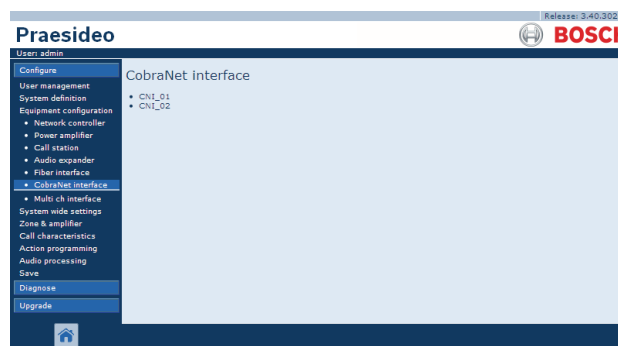

Abb. 43.34: Konfiguration der CobraNet-Schnittstelle, Schritt 1
- 1 Rufen Sie *Configure > Equipment configuration > CobraNet interface* auf. Im Mainframe der webbasierten Benutzeroberfläche erscheint ein Bildschirm, der dem in Abb. 43.34 ähnelt.